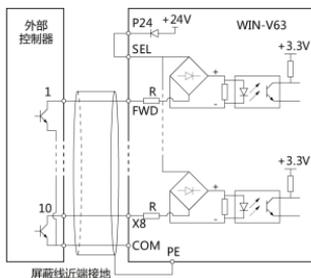

图 3-23 使用内部 24V 电源时 NPN 型信号输入接线示意图
①使用变频器内部+24V 电源，外部控制器为 NPN 型的共发射极输出的连接方式，如图 3-23 所示。